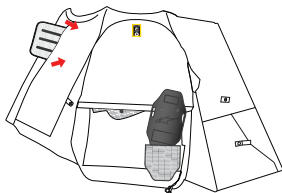

Abbildung 15
5. Öffnen Sie den Clip am vorderen Teil des Airbags, der den Brustbereich bedeckt, und lösen Sie die Klettverschlüsse an der Vorder- und Rückseite des Airbags. Entfernen Sie schließlich den Airbag durch die Öffnung oberhalb des rechten Ärmels (Abbildung 15).